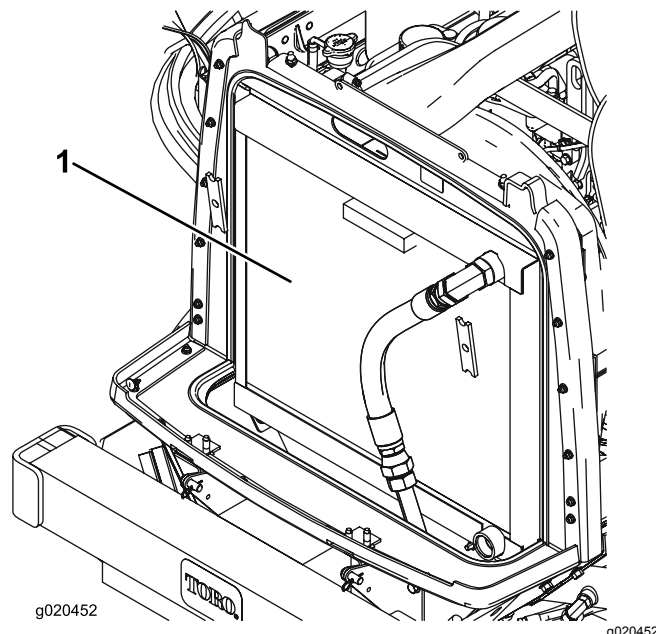

Figure 97
3. Nettoyez soigneusement les deux côtés du radiateur/refroidisseur à l'air comprimé (Figure 97).